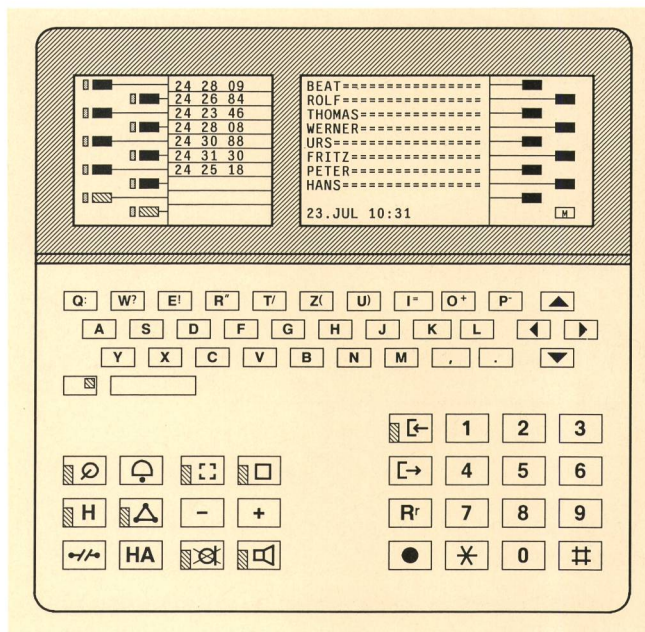

Fig. 9
Dans sa partie inférieure, la plaque frontale (fig. 9) présente les touches de fonction (en bas à gauche), le clavier de sélection (à droite) et le clavier alpha avec commande du curseur (au centre).
Les données affichées sur l'écran (fig. 9), indiquant les noms des huit usagers internes les plus importants, de même que, à gauche, les DEL, les touches de lignes et l'étiquette de désignation pour toutes les lignes passantes et terminales montrent que le principe du sélecteur de lignes a également été repris pour l'appareil
Les autres touches du bloc inférieur gauche, de même que le clavier de sélection à droite en bas sont connus; leurs fonctions sont d'ailleurs indiquées dans la légende de la figure 9.
- huit noms des usagers de l'installation sélecteur A (fig. 9)